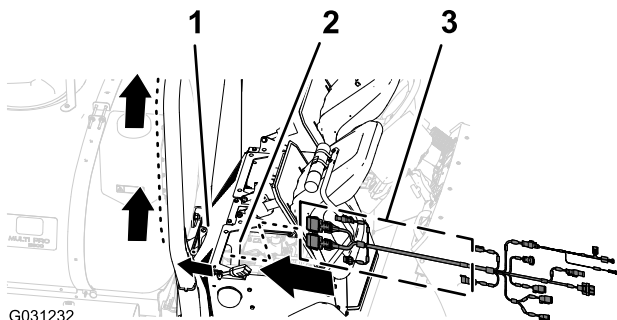

图157
1. 将 390cm 数据线束支管放入发动机舱内右侧紧靠发动机空气滤清器且后部要在后发动机挡板的底部、右侧区域图157。